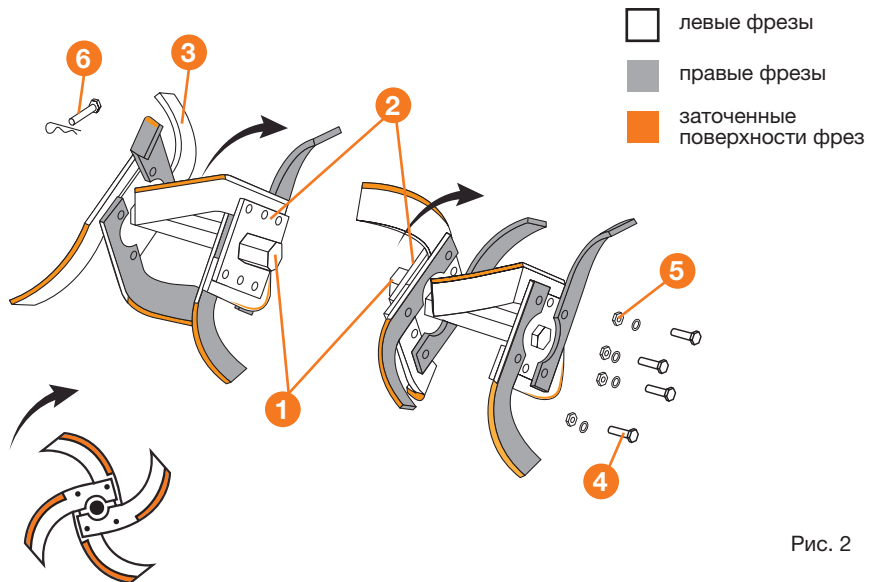

Рис. 2
Последовательно установите фрезы на фланцы осей (Рис. 2).
- Соберите фрезы согласно схеме на рис. 2.